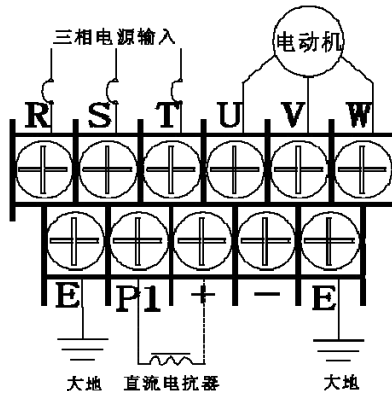

图 4-2d
d) 132KW-315KW 变频器主回路端子台配线图 (如图 4-2d)